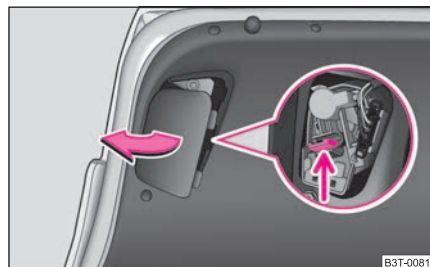

Fig. 223 Desmontaje de la parte interior de la unidad de luces posteriores
- Retirar la cubierta de la unidad de luces posteriores en el lado izquierdo de la tapa de maletero ⇒ página 254, fig. 223.
- Comprima la trampilla elástica ⇒ página 254, fig. 223 y retire el portalámparas de la caja de la unidad de luces posteriores.